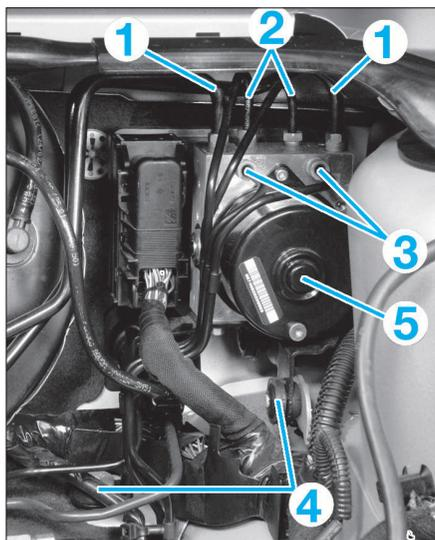

FIG. 26
- les canalisations (1) sur le maître cylindre et le bloc hydraulique ABS (Fig.26).